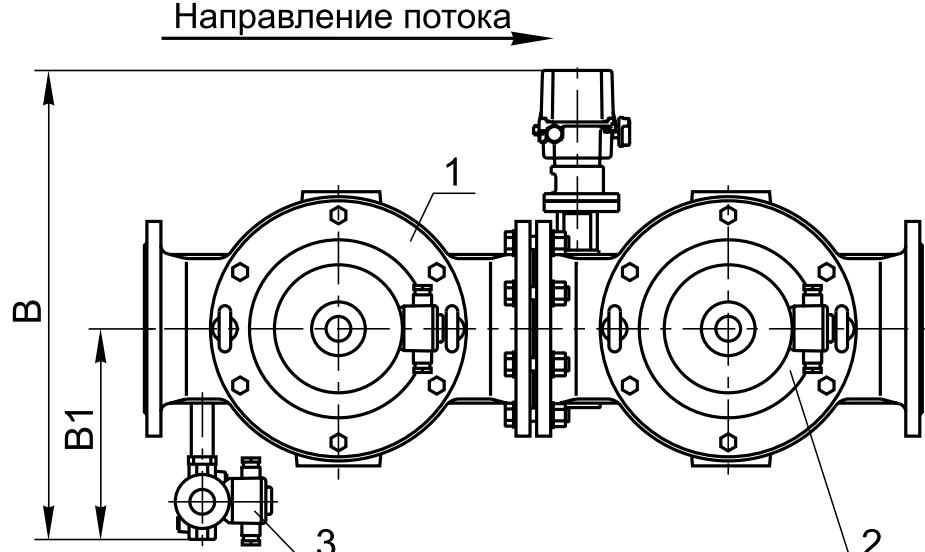
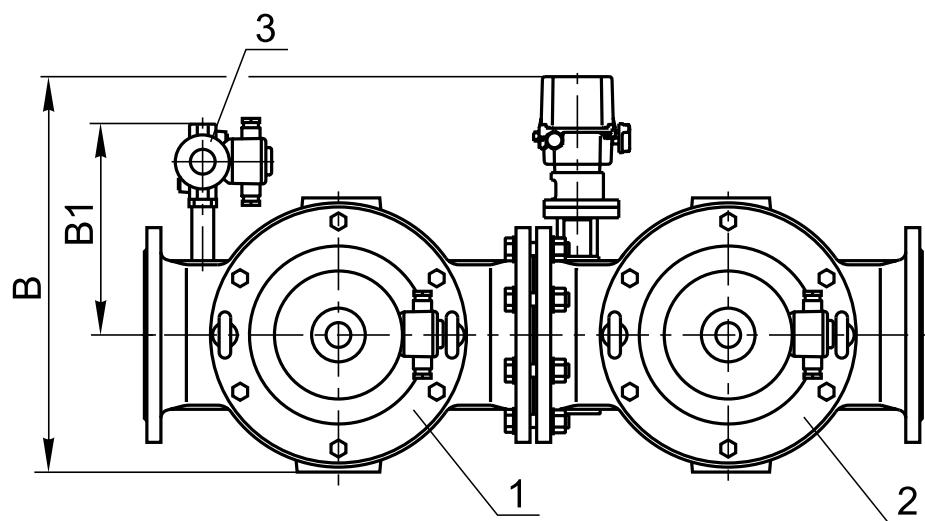

Рис. 23-8
Рис. 23-9
Блок (рис. 23-8, 23-9) состоит из следующих основных узлов и деталей:
Клапан запальной горелки может располагаться справа по ходу газа (рис. 23-8) или слева (рис. 23-9).
* Для правого исполнения блоков (рис. 23-8).
** Для левого исполнения блоков (рис. 23-9).